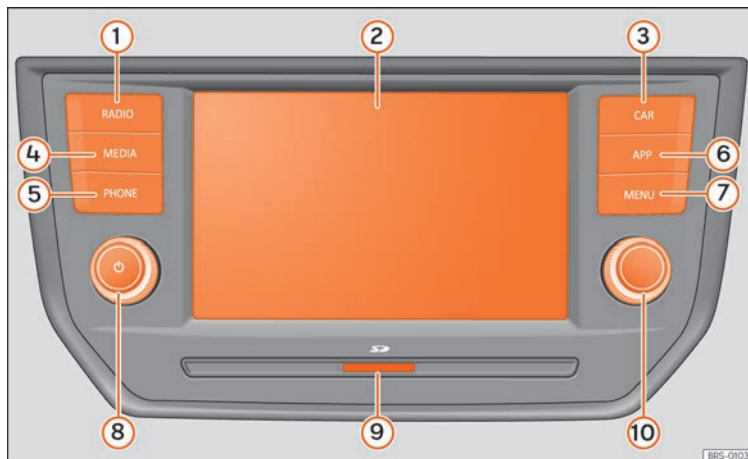
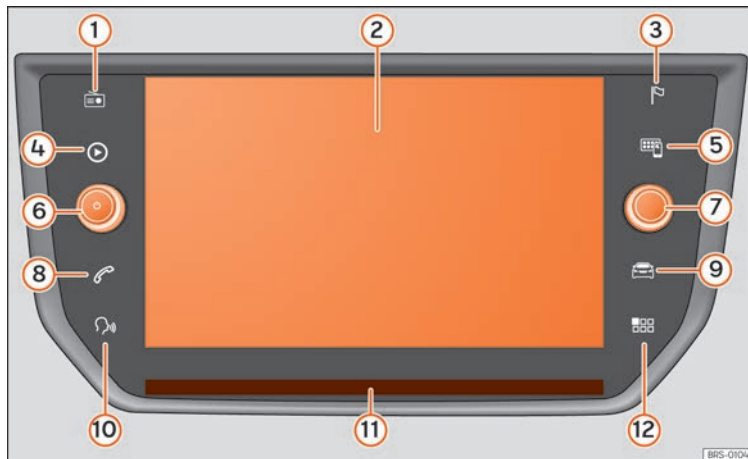

Fig.172 Cuadro general de los mandos (esta configuración depende de la versión).
Fig.173 Cuadro general de los mandos (esta configuración depende de la versión).
Pulse la tecla del infotainment **fig. 172 ⑦**, o bien la tecla **fig. 173 ⑫** para abrir la sinopsis de los menús.
Para apagar o encender el sistema de infotainment manualmente *presione brevemente* el pulsador giratorio **fig. 172 ⑧**, **fig. 173 ⑥**.
Las entradas de las listas pueden activarse pulsándolas directamente en la pantalla o con el botón de ajuste » **fig. 172** ⑩, » **fig. 173** ⑦.